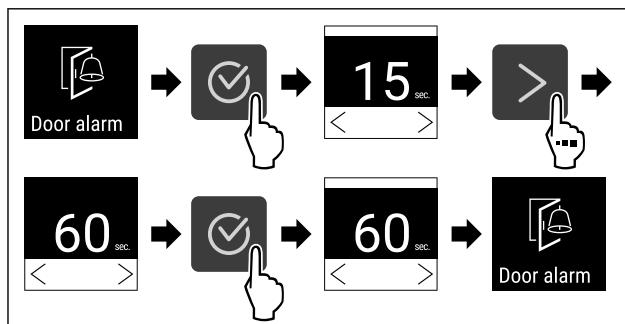

Fig. 105
- Провести етапи операцій (див. Fig. 105).